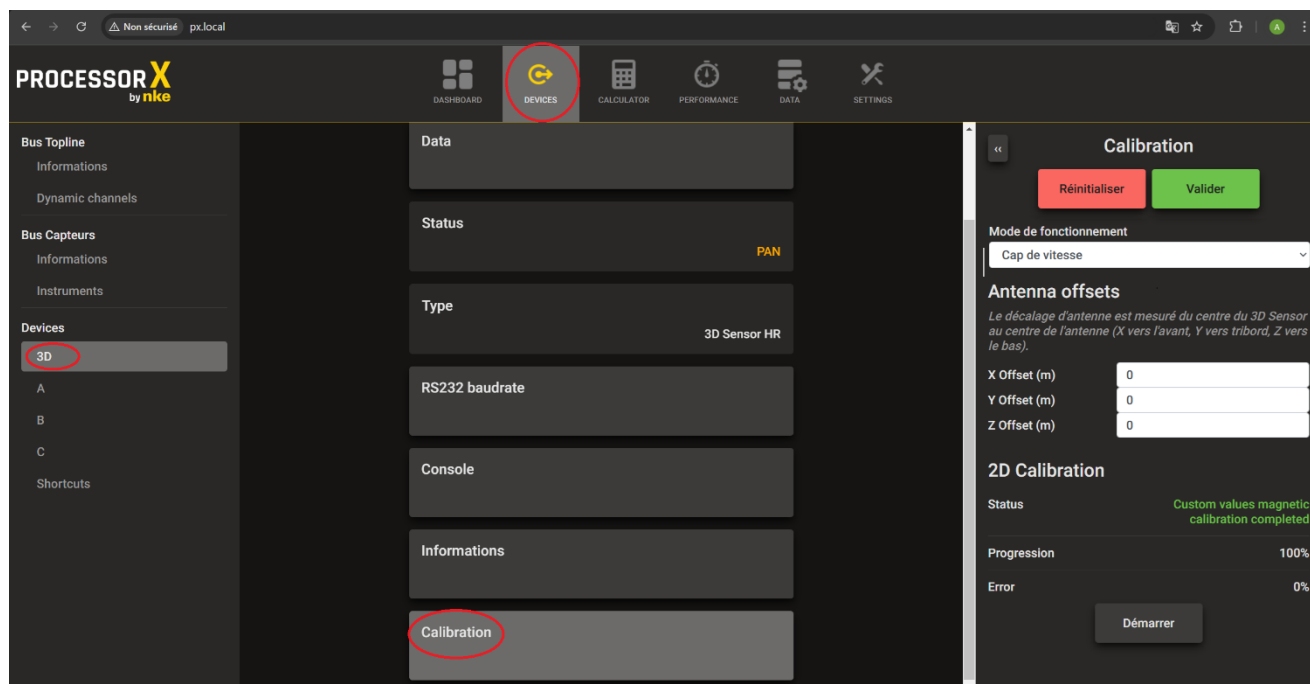
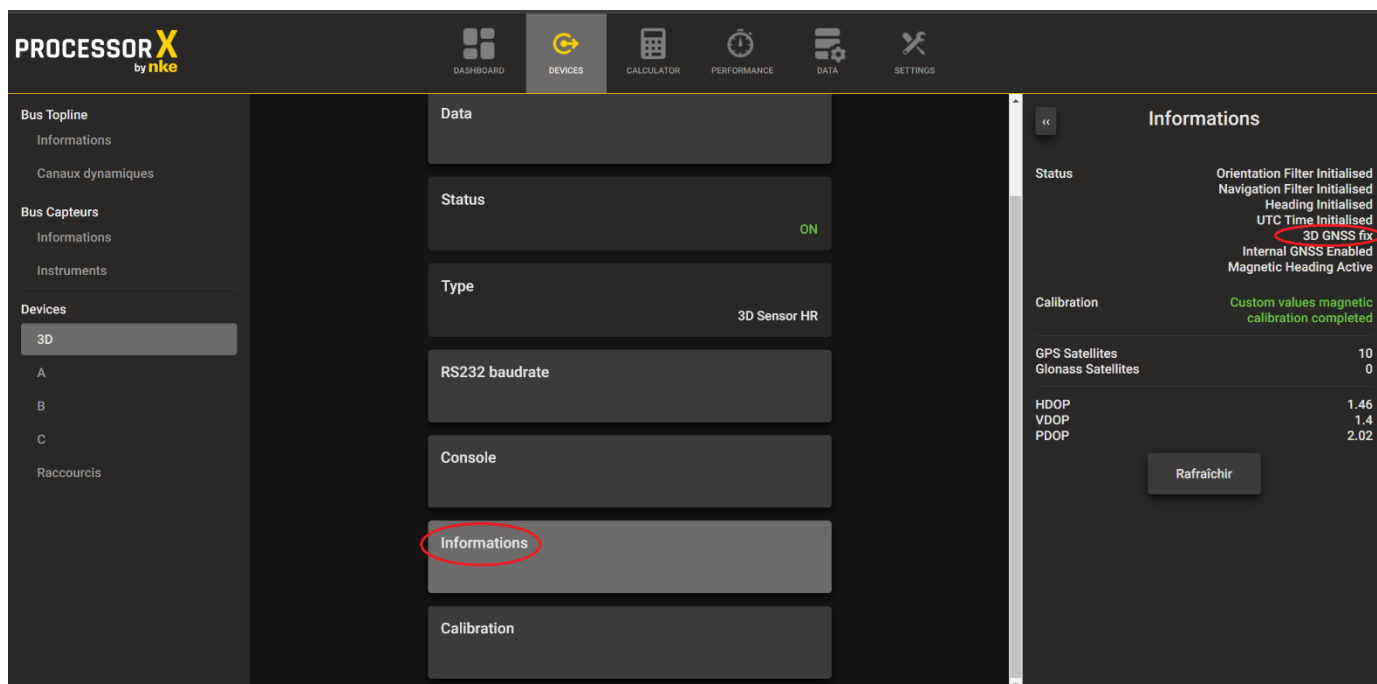

Figure 4: Page du 3D Sensor HR sur Processor X
Figure 7: Correctif GNSS sur Processor X
- Sur Processor X : le statut « 3D GNSS fix » se trouve dans la carte « Informations », voir Figure 7. Respecter le temps d'attente de 5 minutes avant de commencer l'étalonnage grâce au bouton « Démarrer » de la carte « Calibration », voir Figure 4.
Aller dans carte « Calibration » de la page du **3D Sensor HR**, voir Figure 4. À droite en haut, choisir dans le menu déroulant le mode souhaité. Ensuite, cliquer sur « Valider » et vérifier la notification qui confirme que la modification a été prise en compte.